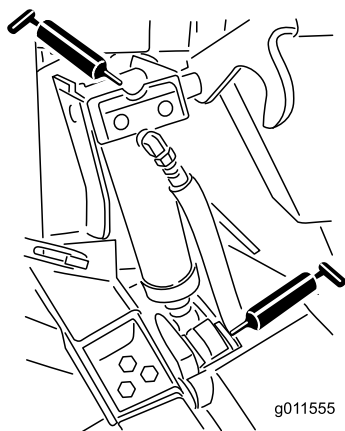

Figura 53
- 4 casquillos de los cilindros de elevación (Figura 53)